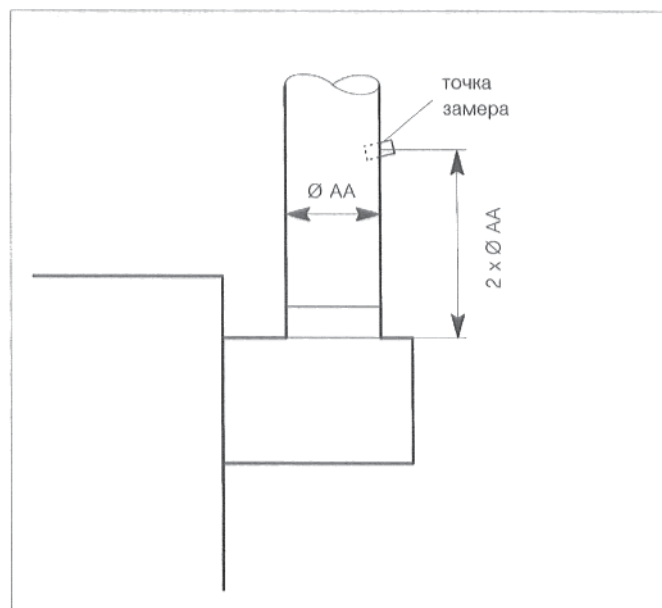

Рис. 35: точка замера в трубе отходящего газа
- Просверлите в трубопроводе отходящего газа, примерно $2 \times \text{Ø AA}$ после предохранителя потока, отверстие на противоположной от котла стороне (рис. 35).